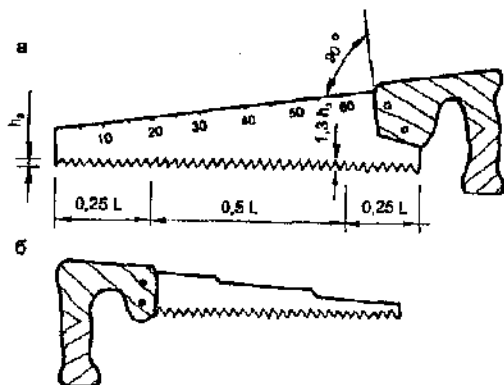

Рис. 15. Усовершенствованные ножовки: а — широкая с разной высотой зубьев и используемая в качестве угольника и линейки; б — узкая (курковая) трехступенчатая
**Пилу-ножовку можно усовершенствовать.** Работать ножовкой станет легче и быстрее, если высоту зубьев в средней ее части увеличить на 30% (рис. 15, а).
На полотно пилы можно нанести сантиметровые деления, что делает ее еще более удобной в работе. Деления можно сделать трехгранным напильником или надфилем. Узкой (курковой) ножовкой с обточенным, как показано на рис. 15, б, полотном станет гораздо удобнее выпиливать фасонные отверстия, например, при изготовлении фигурных оконных наличников.
С помощью пилы-ножовки можно наносить разметочные линии под прямым углом, если ее рукоятку разместить под углом в  $90^\circ$  к верхней части полотна (рис. 15, а).